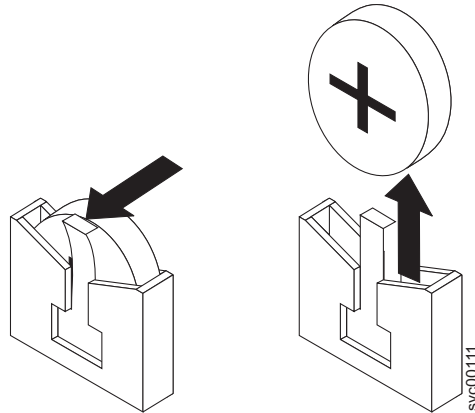

図 135. CMOS バッテリー・ホルダー
- a. 1本の指で、バッテリーをハウジングに保護しているリテーナー・タブを (図 135 に示す) 引きます。